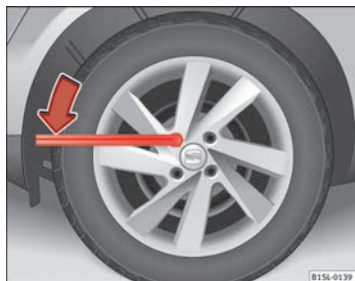

Fig. 136 Changement de roue : desserrez les boulons de la roue.
- Placez la clé démonte-roue jusqu'en butée sur le boulon de roue ⇒ fig. 136.